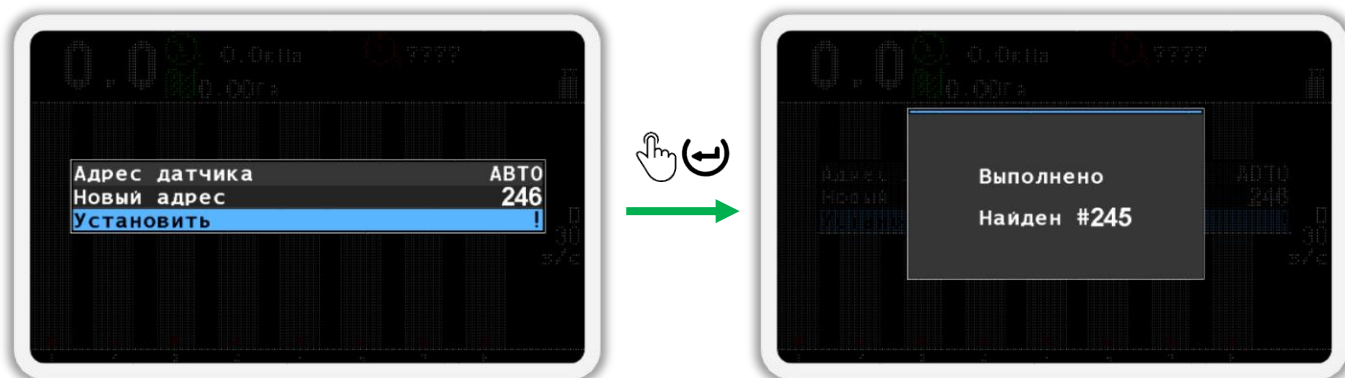

Рисунок 63
1. В экране меню «Конфигурация датчиков» (см. Рисунок 59 п.4), кнопками  «Вверх» и  «Вниз» выберите пункт  «Датчик давления» и нажмите кнопку  «Меню». В результате откроется меню «Датчик давления» (см. Рисунок 63 слева).
2. Кнопками  «Вверх» и  «Вниз» выберите пункт  «Адрес датчика» и убедитесь, что выбрано значение «АВТО» (см. Рисунок 63 слева). Для изменения этого параметра используются кнопки  «Плюс» и  «Минус».
3. Кнопками  «Вверх» и  «Вниз» выберите пункт  «Новый адрес» и кнопками  «Плюс» и  «Минус» задайте новый программный адрес (см. Рисунок 63 слева).
4. Кнопками  «Вверх» и  «Вниз» выберите пункт  «Установить» и нажмите кнопку  «Меню». В результате удачного переименования на экран будет выведено сообщение - «Выполнено» (см. Рисунок 63 справа).